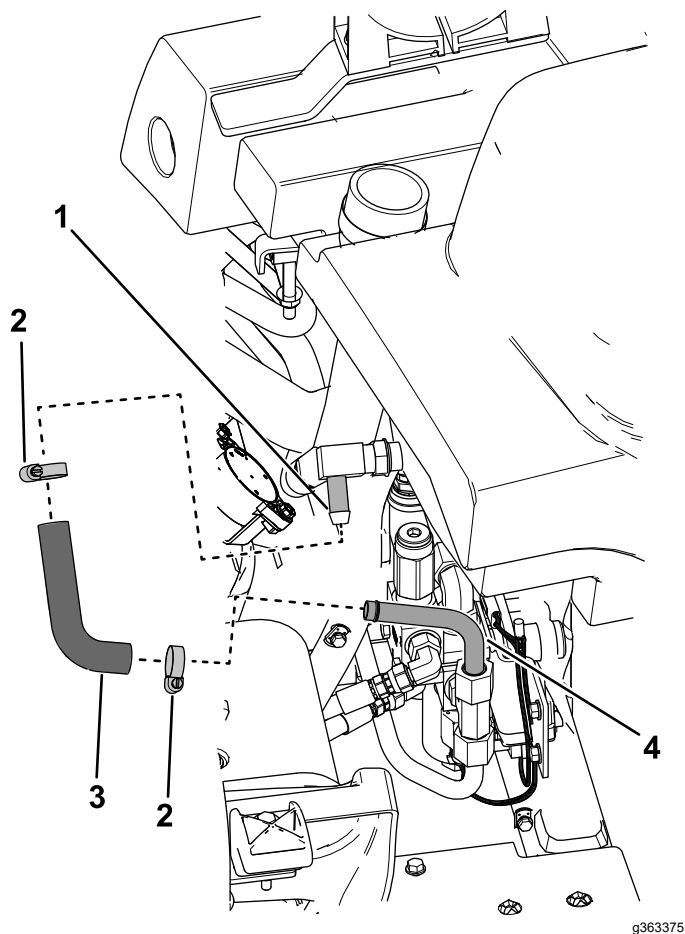
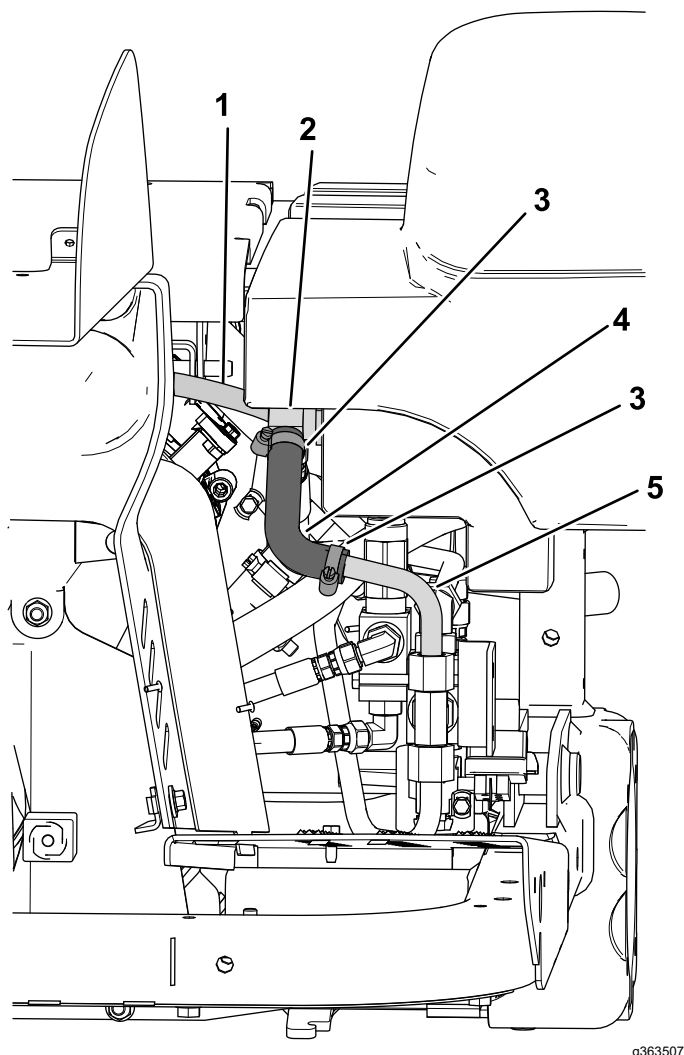

Figura 24
Figura 31
3. Instalai conducta hidraulică numărul 4 pe racordul în T asamblat pe partea laterală a supapei (Figura 24).
11. Glisai cele 2 cleme mici de furtun pe furtunul hidraulic turnat mic (Figura 24 i Figura 31).
12. Instalezi piciorul lung al furtunului turnat pe elementul în T la 90 de grade din rezervorul hidraulic (Figura 31).
13. Instalezi piciorul scurt al furtunului turnat pe capătul cu tu inelat al conductei hidraulice numărul 4 (Figura 31).
15. Instalezi, fără a strânge, conducta hidraulică (furtunul) numărul 5 pe elementul mic în T de 90 de grade (Figura 31).